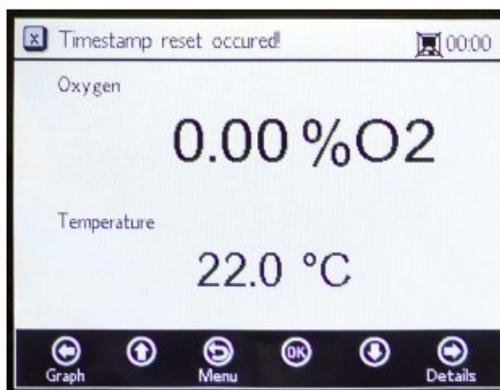

Figure 13. Avertissement : Réinitialisation de l'heure et de la date
- Si l'alimentation de l'analyseur est coupée, l'heure et la date seront réglées sur 0 au démarrage. Un message d'avertissement s'affiche dans la barre d'état, comme illustré dans la figure 13.